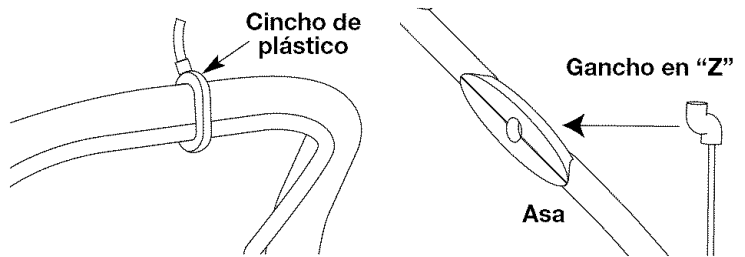

Fig. 5
15. Corte el cincho de plástico que sujeta el asa al mango (Fig. 5).
16. Inserte el gancho en "Z" en el agujero del lado derecho del asa para asegurar el cable del embrague al asa (Fig. 5).